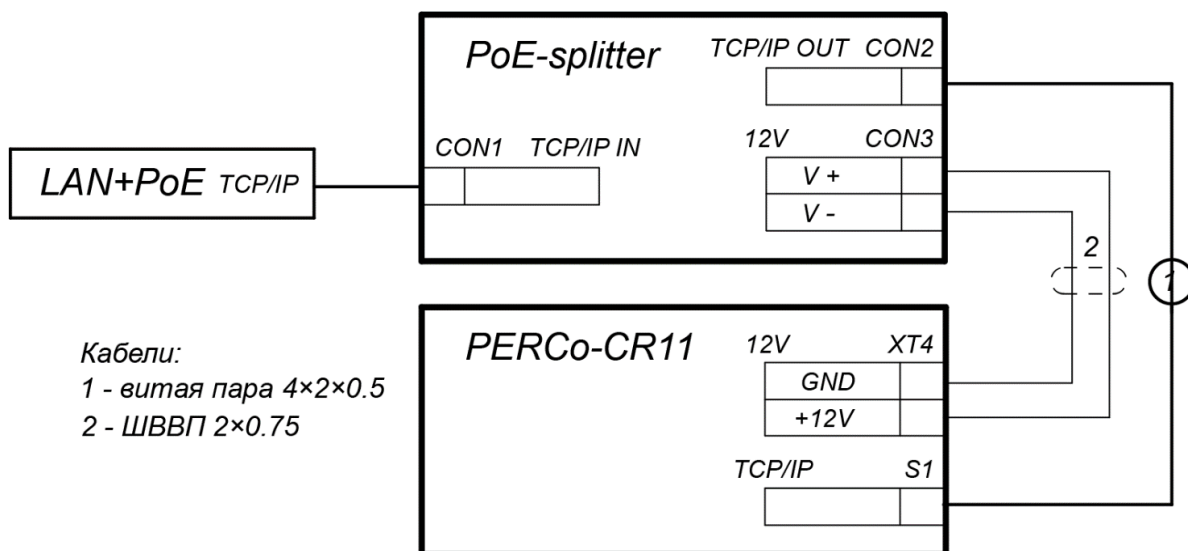

Рисунок 6. Схема подключения терминала через PoE-сплиттер
3. Подключите цепи питания терминала к разъему **Con3** сплиттера. Схема подключения приведена на рис. 6 (штекер для подключения к разъему входит в комплект поставки сплиттера).